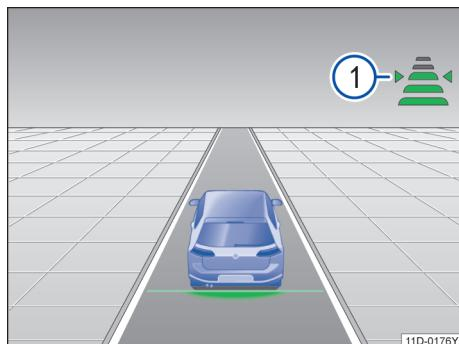

图 98 在组合仪表显示屏上：已设置车距 ①，自适应巡航调节（示意图）
组合仪表显示屏上显示设定的挡位→图 98 ①。遵守各国对最小车距的规定。